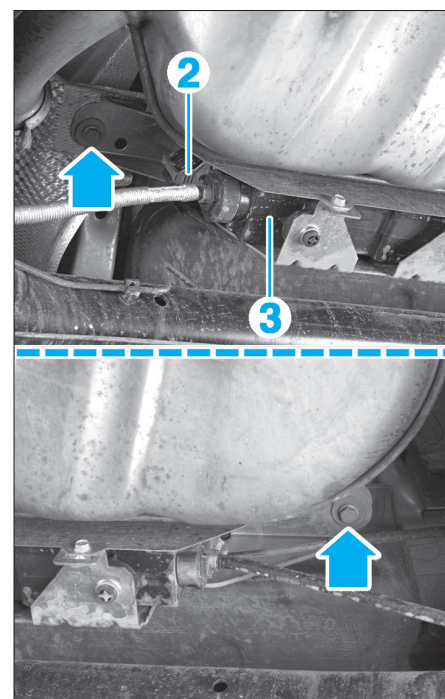

FIG. 21
- débrancher le connecteur (2) du calculateur (Fig.21),